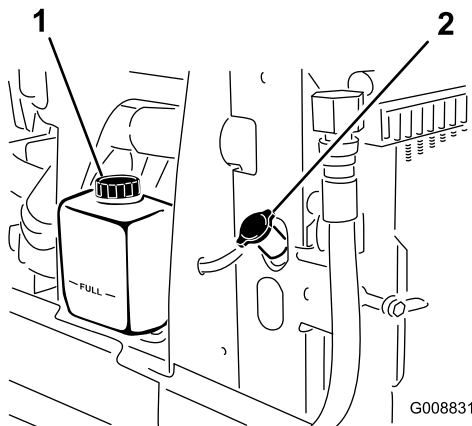

Bild 76
1. Schrauben Sie den Kühlerdeckel und den Deckel vom Ausdehnungsgefäß vorsichtig ab (Bild 76).